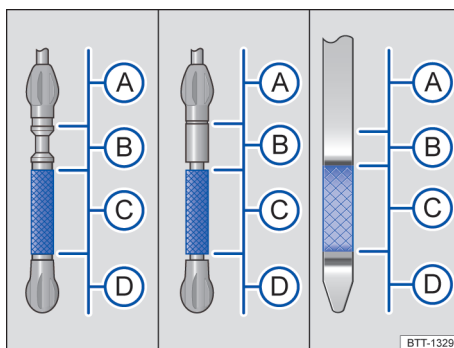

Fig. 224 Marcações do nível do óleo do motor na vareta de medição do óleo (variantes).
Em caso de alta demanda do motor, o nível do óleo do motor deve estar na área superior permitida → Fig. 224 C, por exemplo, em longas conduções por estradas durante o verão, na condução com reboque → Página 246 ou durante travessias de montanhas.
Legenda para Fig. 224:
7. Retirar novamente a vareta de medição do óleo do motor e ler o nível do óleo do motor na vareta de medição → Fig. 224 da seguinte maneira:
- Ⓒ Nível do óleo do motor Ok. O óleo do motor pode, no caso de alta demanda do motor → Fig. 224, ser reabastecido até o **limite superior dessa área**. Continuar com a etapa 8 ou 16.
13. Ao final do processo de reabastecimento, o nível do óleo do motor deve se situar no meio da área → Fig. 224 . Não deve ficar acima de  na área  e não deve ficar na área  → .